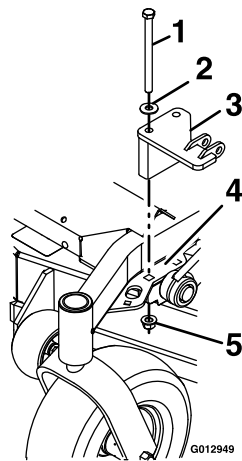

Figura 7
- Instale el soporte de elevación de la carcasa con 2 tornillos (1/2 x 6-1/2 pulgadas), 2 arandelas de disco de muelle (1/2 pulgada) y 2 contratuercas (1/2 pulgada) como se muestra en Figura 7. Apriete los tornillos a 91-113 N·m (67-83 pies-libra).